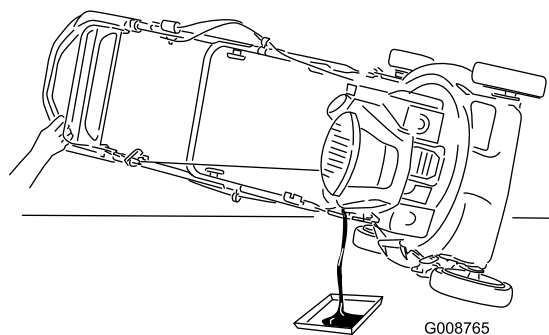

Рисунок 40
7. Переверните машину на одну сторону так, чтобы маслозаливная горловина была направлена вниз, для слива отработанного масла через маслозаливную горловину на поддон для сбора масла (Рисунок 40).